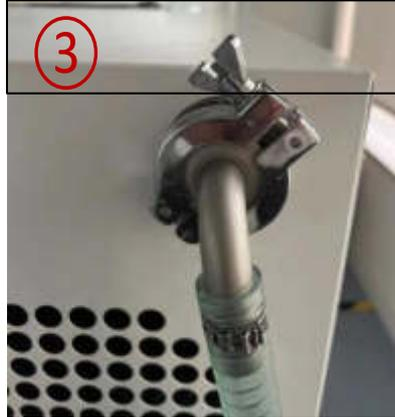

Abbildung 3
- Schließen Sie den Schlauch der Vakuumpumpe an den Anschluss an und ziehen Sie dann die Schelle fest, wie in Abbildung 3 dargestellt. Bitte beachten Sie, dass die Schelle nur handfest angezogen werden muss - ein zu festes Anziehen kann zu Schäden an den Anschlüssen führen.